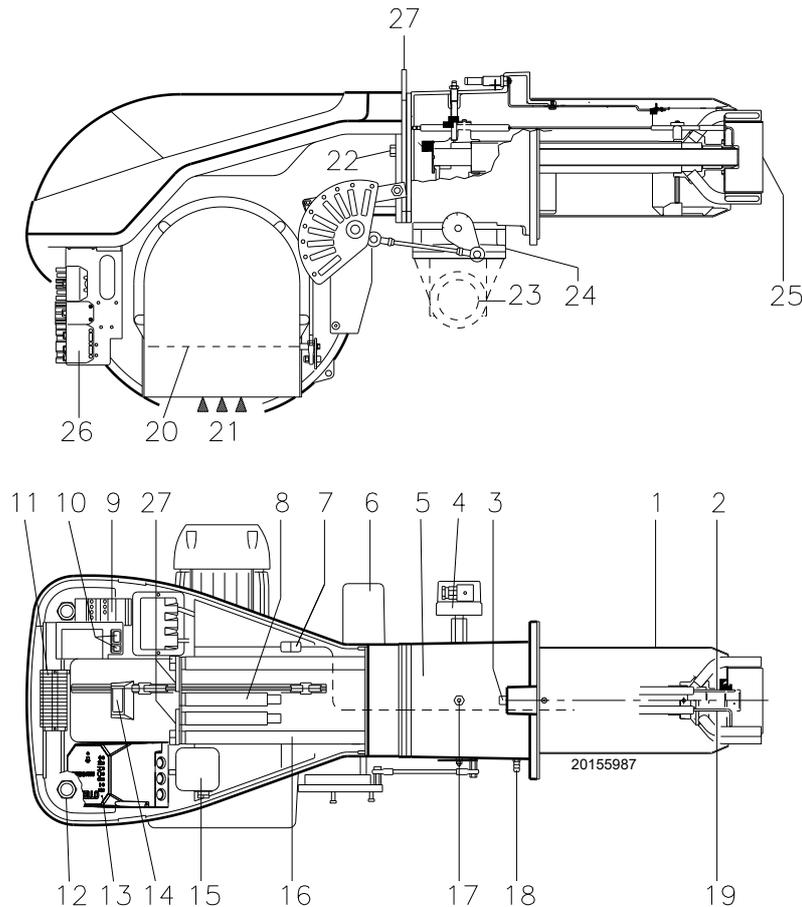

Abb. 5
- Verlängerungen für Führungen 16)(Abb. 5 auf S. 13) (Modelle mit langem Flammrohr) 2 Stck.